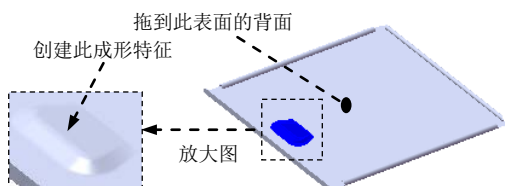

图 17.12.38 创建成形特征 1
Step12. 创建图 17.12.38 所示的成形特征 1。
(1) 单击任务窗格中的“设计库”按钮 ，打开“设计库”对话框。
(2) 单击“设计库”对话框中的  ch17 节点，在设计库下部的列表框中选择“case_shaped_tool_09”文件并拖动到图 17.12.38 所示的平面，在系统弹出的“成形工具特征”对话框中单击  按钮。